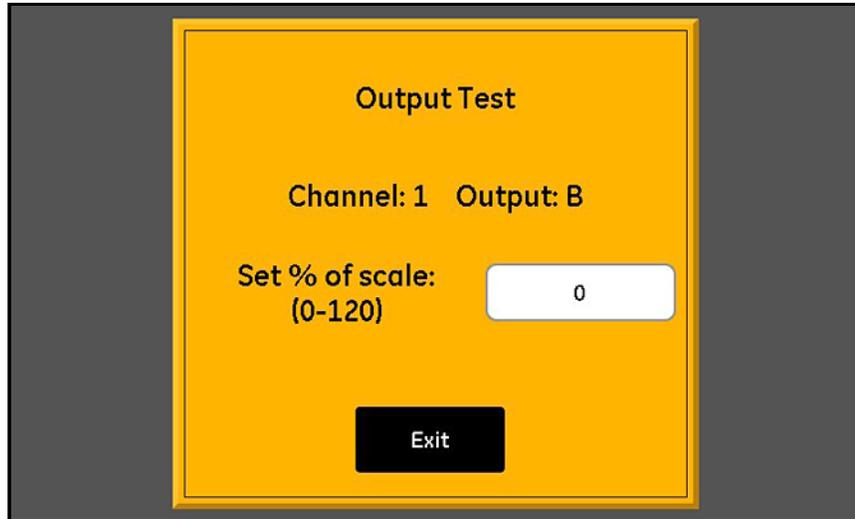

Figura 44: La schermata Test uscita
1. Toccare il **Canale (1-6)** e l'**Uscita (A o B)** da provare, quindi toccare il pulsante **Test** per aprire una schermata simile a quella nella *Figura 44*.